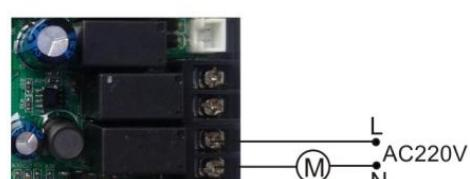

Рис. 8
E. Если напряжение в сети менее 5A, то подключение повысительного насоса показано на рис. 8.